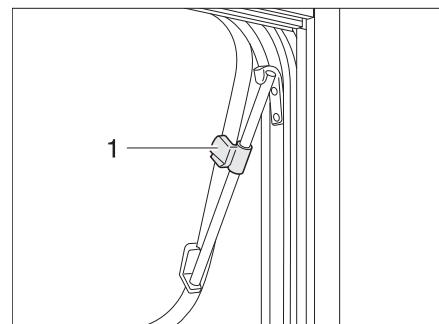

Bild 36 Ausstellfenster mit Dreh-Ausstellern, geöffnet
- Ausstellfenster bis zur gewünschten Stellung öffnen und mit Rändelknopf (Bild 36,1) feststellen.
- Rändelknopf (Bild 36,1) drehen, bis Arretierung freigegeben wird.